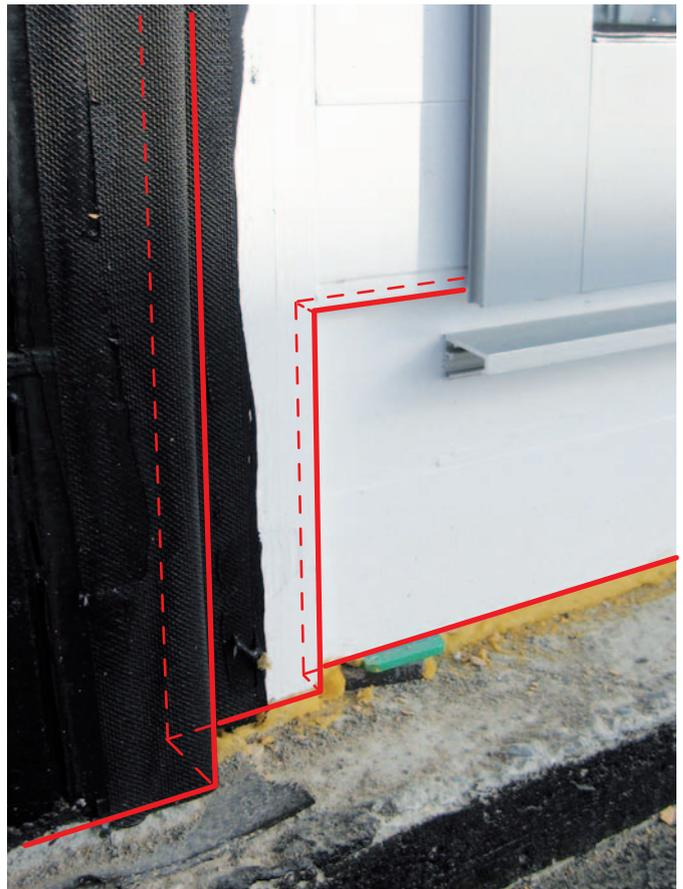

Abb. 21: Elementstösse mit vielen Kanten und Absätzen (rote Linien) sind schwierig abzudichten
- Elementstösse im Aussenbereich und Übergänge von der horizontalen zur vertikalen Rahmenverbreiterung dürfen zueinander maximal 3 mm oder einen Flächenversatz von mindestens 35 mm aufweisen. Es ist anzustreben, diese Übergänge absatzfrei zu erstellen. Kanten im Anschlussbereich sind nach Möglichkeit zu fassen. Mehrere Abstufungen nacheinander sind nicht abdichtbar (siehe Abb. 21)!